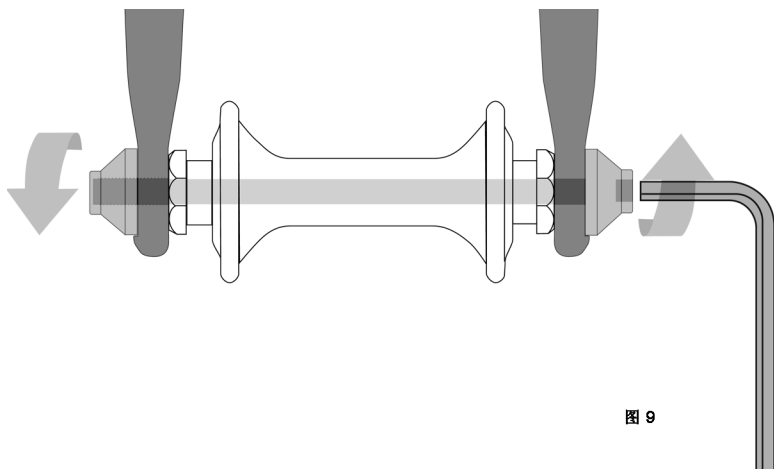

图 9
- 一根空心车轮中轴,有快拆杆穿过,一头是螺帽,另一头可用六角扳手紧锁螺丝,或其他可以锁紧的装置。(请参阅图9)